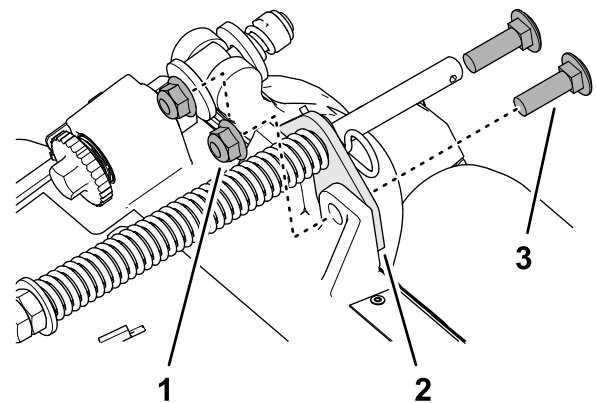

Рисунок 17
- Удалите 2 фланцевые контргайки (3/8 дюйма) и 2 каретных болта (3/8 x 1 1/4 дюйма), которые крепят кронштейн компенсатора состояния грунта к раме режущего блока (Рисунок 17).